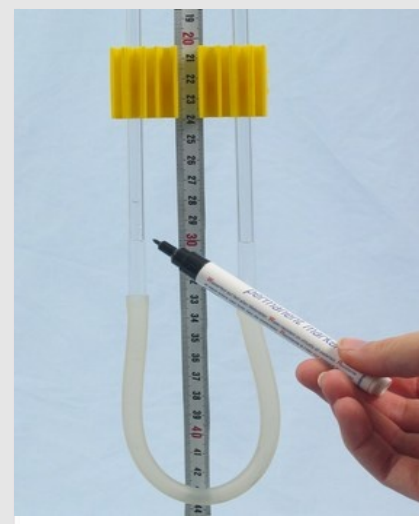

Fig. 18
3. Marca el nivel de agua en la pierna a con un rotulador (**Fig. 18**).